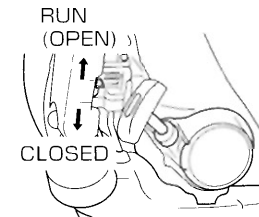

Fig. 6
2. Réglez le starter sur la position CLOSED (fermée). (Fig. 6)